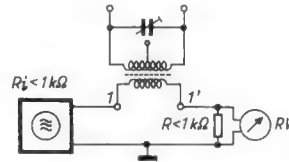

Bild 8. Abgleichschaltung. Einstellung der Parallelresonanzen des Übertragers sowie der Quarze auf Anzeigeminimum am Röhrevoltmeter RV
Die Abgleichschaltung zeigt Bild 8. Die einzelnen Abgleichvorgänge sind:
a) **Übertragerabgleich:** Bild 8. Die Parallelresonanz des Übertragers wird bei abgetrennten Quarzen durch einen Trimmer auf $f = 470 \text{ kHz}$ eingestellt. Bei Parallelresonanz zeigt sich am Röhrevoltmeter ein Spannungsminimum.
b) **Abgleich der beiden Quarzparallelresonanzen:** Die Quarze werden wieder angeschlossen und das ausgangsseitig leerlaufende Filter nach Bild 8 angeschlossen. Die Senderspannung darf dabei 2 V nicht überschreiten, sonst können die Quarze zerstört werden.